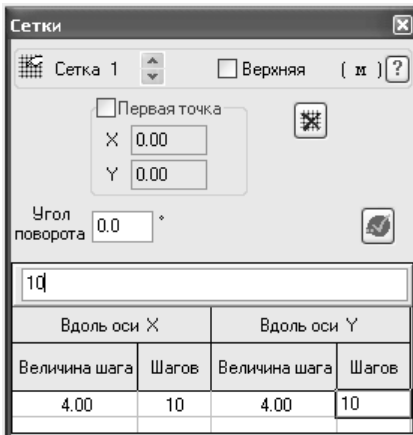

Рис. 2.12. Діалогове вікно **Сетки**
3. Для створення координатної сітки виберіть меню **Схема** ⇒ **Сети**. З'явиться вікно **Сетки** (рис. 2.12). Виберіть